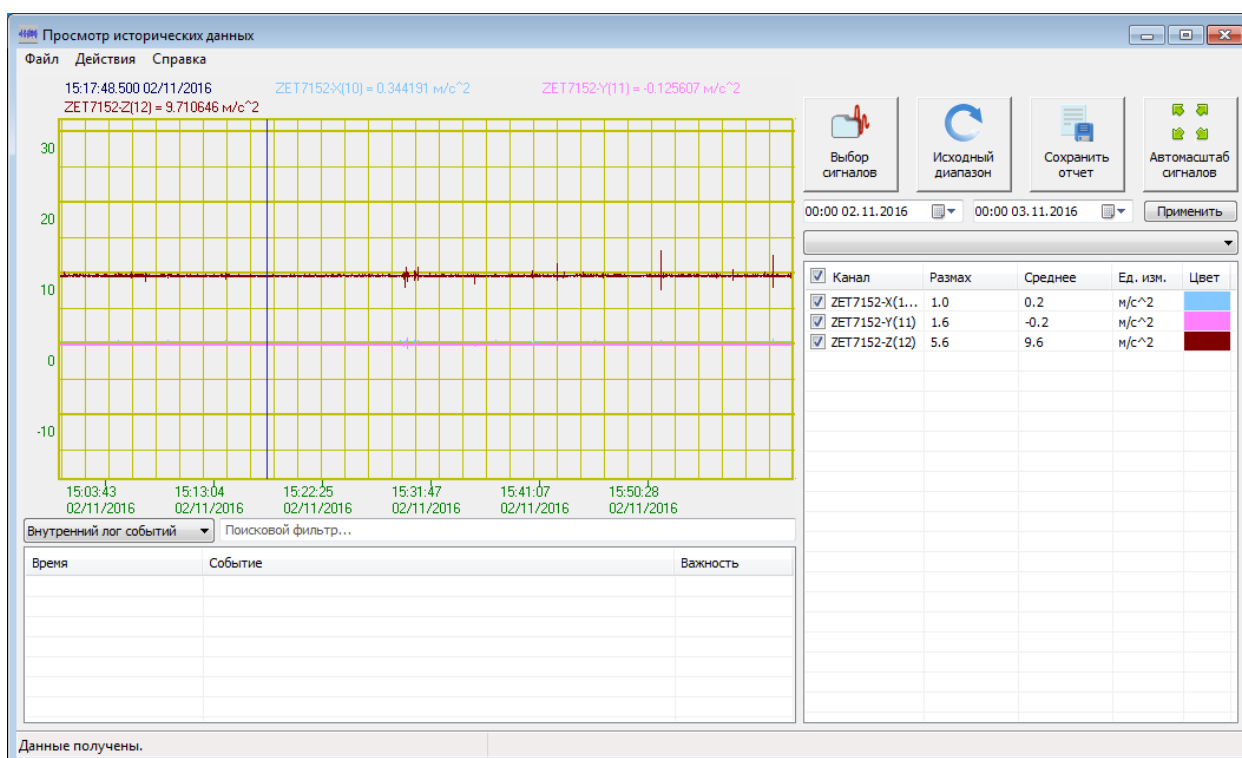

Рис. 3.4 Программа «Просмотр трендов»
7. В случае нажатия кнопки «OK» откроется окно программы «Просмотр трендов» (Рис. 3.4), предназначенной для просмотра записанных сигналов.